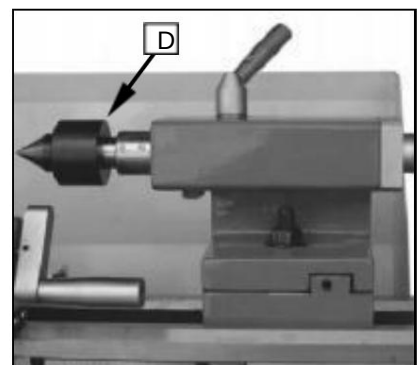

Abb. 29
5. Die Mutter (D, Abb.29) von der Leitspindel oder die Muttern (E, Abb.19) von den Quadrantenbolzen abschrauben, um Die Wechselräder nach vorne herausnehmen.
Die mitlaufende Spitze ist kugelgelagert. Ihre Verwendung wird bei Drehgeschwindigkeiten über 600 U/min dringend empfohlen. (Abb. 29)